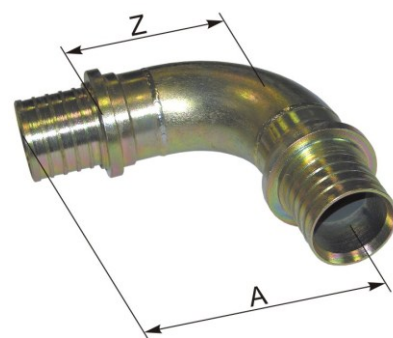

Рис.11. Угольник
3.2.5. Угольник 90° (см. рис. 11) применяется при поворотах тепловой сети в случаях ограниченного радиуса изгиба (минимальные радиусы изгиба для трубопроводов ИЗОПЭКС представлены в таблице 1), при поворотах в непроходном канале при невозможности демонтажа стенок каналов. Является пресс-соединением, необходима комплектация монтажными гильзами из нержавеющей материала (нерж. ст., латунь).